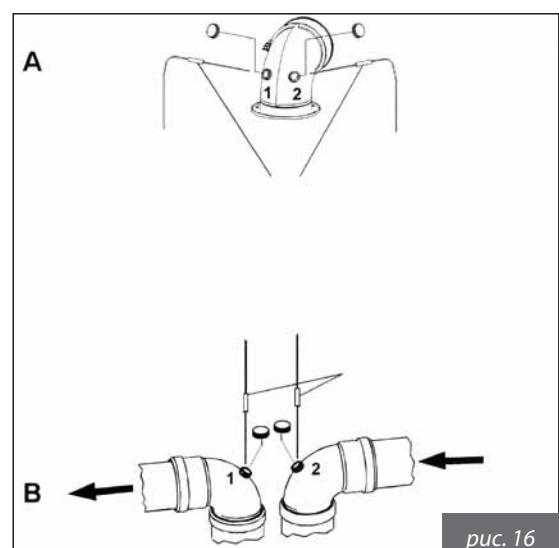

рис. 16
- Измерить температуру воздуха для горения через отверстие 2 (см. рис. 16А).
- Измерить температуру отходящих газов и содержание CO₂ через отверстие 1 (см. рис. 16А).
- Измерить температуру воздуха для горения через отверстие 2 (см. рис. 16В).
- Измерить температуру отходящих газов и содержание CO₂ через отверстие 1 (см. рис. 16И).